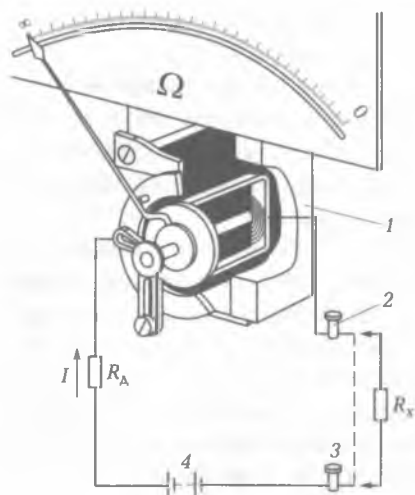

Рис. 5.10. Схема включения омметра:
**Измерение омметром.** Омметр представляет собой миллиамперметр 1 с магнитоэлектрическим измерительным механизмом и включается последовательно с измеряемым сопротивлением  $R_x$  (рис. 5.10) и добавочным резистором  $R_A$  в цепь постоянного тока. При неизменных ЭДС источника и сопротивления резистора  $R_A$  ток